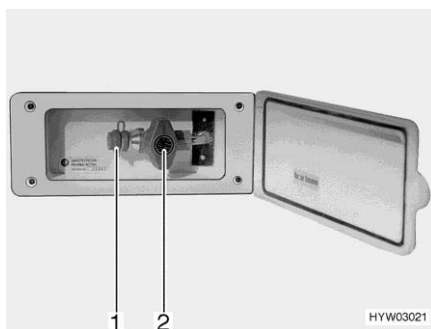

Fig. 117 Presa gas esterna (rubinetto di arresto del gas chiuso)
- Collegare l'apparecchio a gas esterno all'attacco (Fig. 117,1).
- Aprire il rubinetto di arresto del gas (Fig. 117,2).